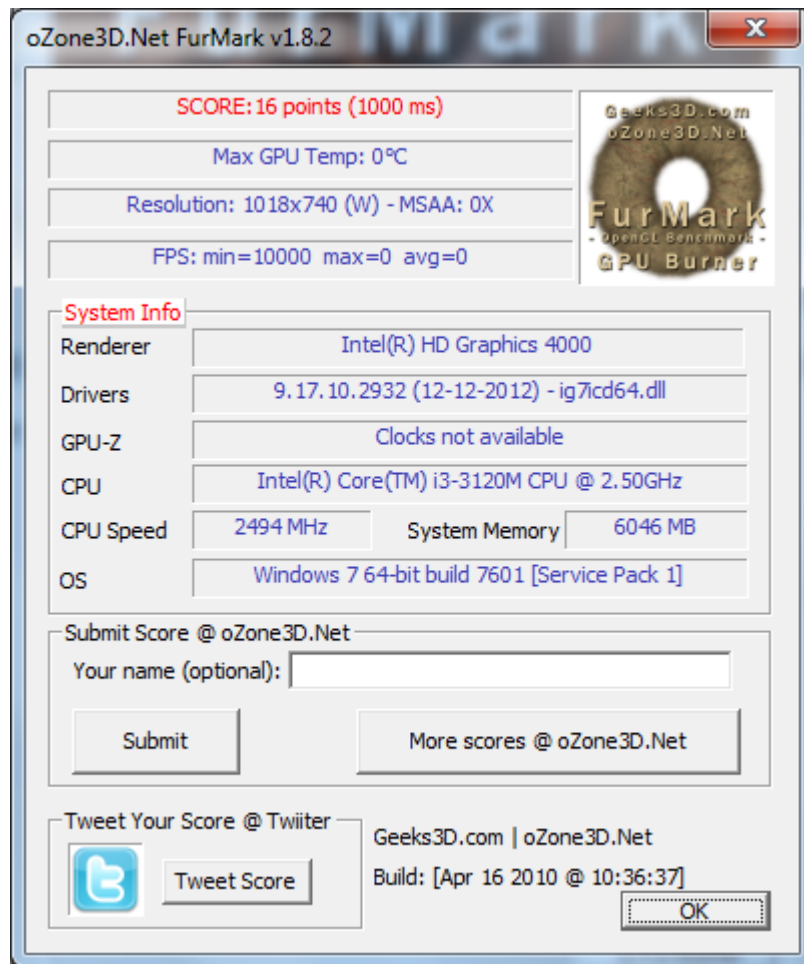

Рис. 4 Приклад вікна результату тесту FurMark.
2.2.3. Натиснути клавішу “GO!”. Після виконання зробити знімок екрана результату (рис. 4).